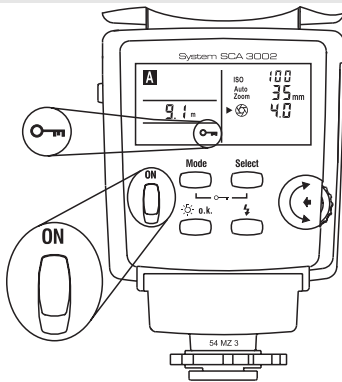

Bild 3 / Fig.3 / Afb. 3
2.3 Ein- und Ausschalten des Blitzgerätes (Bild 3)
2.3 Mise en marche et coupure du flash (Fig. 3)
2.3 In- en uitschakelen van de flitser (afbeelding 3)